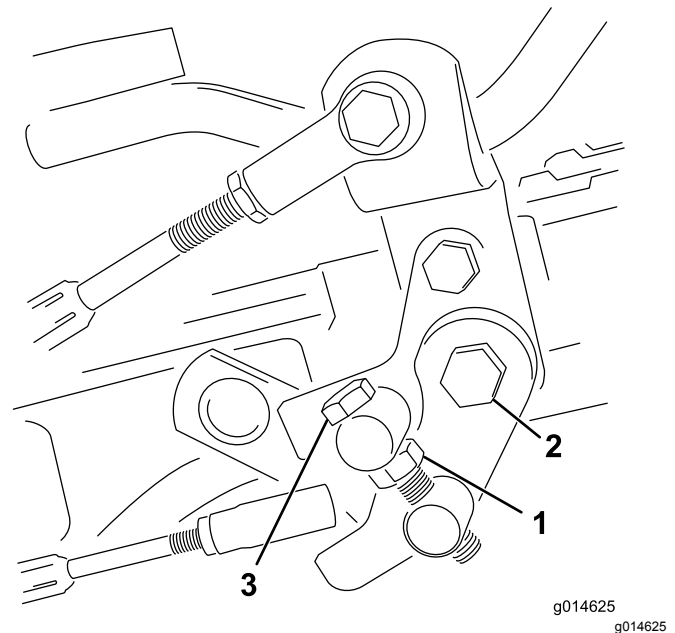

Figura 34
1. Liberte a porca de retenção do parafuso do eixo (Figura 34).
4. Aperte a porca de retenção no parafuso do eixo e a porca na articulação do pedal para bloquear o ajuste (Figura 34). Verifique o ajuste e ajuste se for necessário.